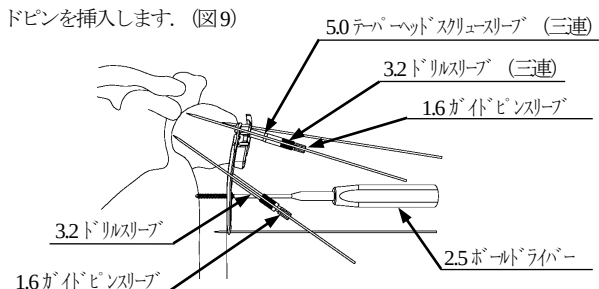

図9
- 骨頭最近位スクリュー及び inferomedial screw の挿入位置を確実にするため、3.2ドリルスリーブを接続し1.6ガイドピンスリーブを組み付け、イメージインテンシファイヤー（X線透視）でガイドピンを投影することによりプレート設置位置、骨軸アライメントを確認して下さい。プレート設置位置を微調整する際は、2.5ボールドライバーを使用すると、3.2ドリルスリーブとの干渉を避けて操作が行えます。プレートの設置位置の調整後、1.6ガイドピンを挿入します。（図9）